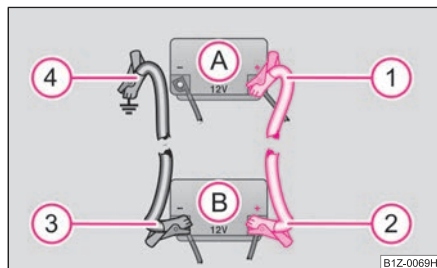

Fig. 217 Ayuda de arranque con la batería de otro vehículo: A - batería descargada del vehículo, B - batería auxiliar
- Conecte un extremo ① al polo positivo ⇒ fig. 217 de la batería descargada ①.
- Conecte el otro extremo ② al polo positivo de la batería auxiliar ②.